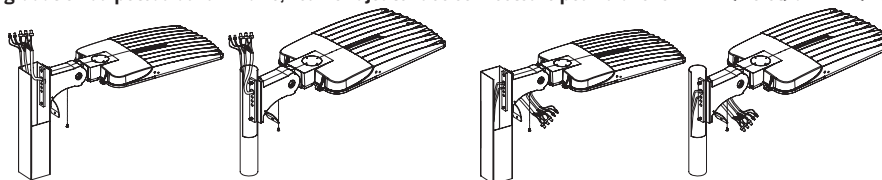

Figure 6.1
6.1. Faites passer les fils d'entrée CA de l'appareil à travers le poteau. Tirez-les avec les fils du poteau pour la connexion selon la Figure 6.1. Faites passer les fils du poteau dans le support EX. Tirez-les avec le fil CA du luminaire de la boîte de connexion. Connectez les fils d'entrée CA du luminaire aux fils du poteau avec des connecteurs. L à L (noir), N à N (blanc), PE à PE (vert). Si vous devez connecter des fils de gradation du poteau au luminaire, veuillez ajouter des connecteurs pour brancher Dim+ (violet) à Dim+ (violet) Dim- (rose) à Dim- (rose).